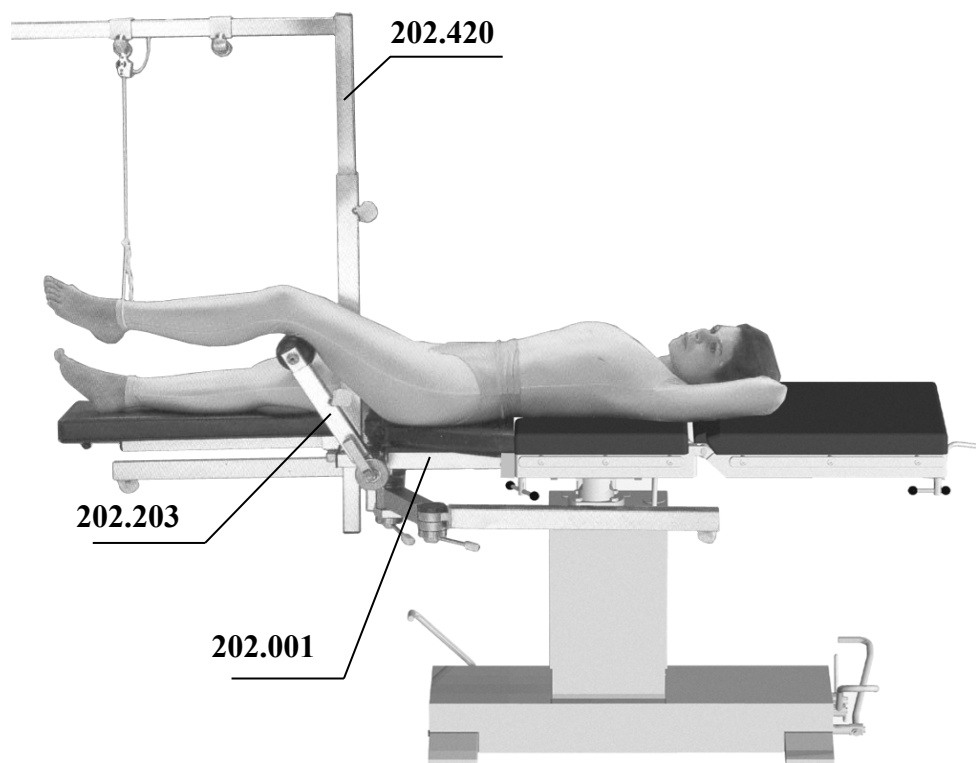

**Рисунок 4. Вариант использования приспособлений комплекта (наложение ножной гипсовой повязки).**
**9.4 Фиксация загипсованной нижней конечности с применением опорной стойки, поворотной стойки и траверсы с подколенной опорой 202.203 (Рисунок 4).**